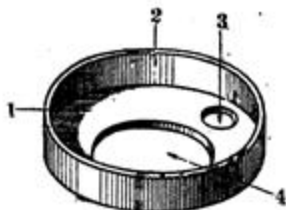

Рис. 25. Обтюратор.
**Обтюратор** (рис. 25) в собранной дистанционной трубке лежит позади дистанционного диска.